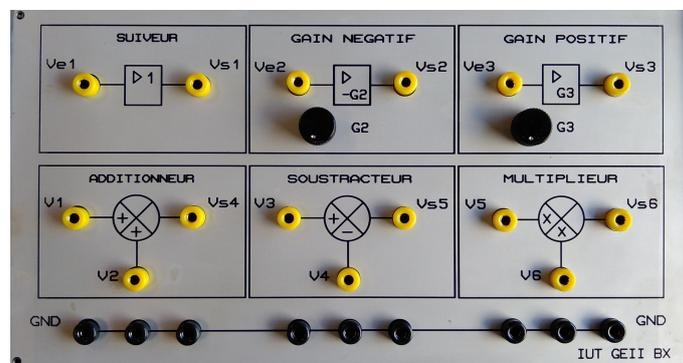

Figure 1 : Façade de la maquette à l'étude
Dans cette séance, six montages sont à l'étude (voir Figure 1 ci-dessous). Il s'agit de montages dit « actifs » et leur bon fonctionnement nécessite une alimentation symétrique de $\pm 10V$.
- Plaque support de composants (Figure 1),